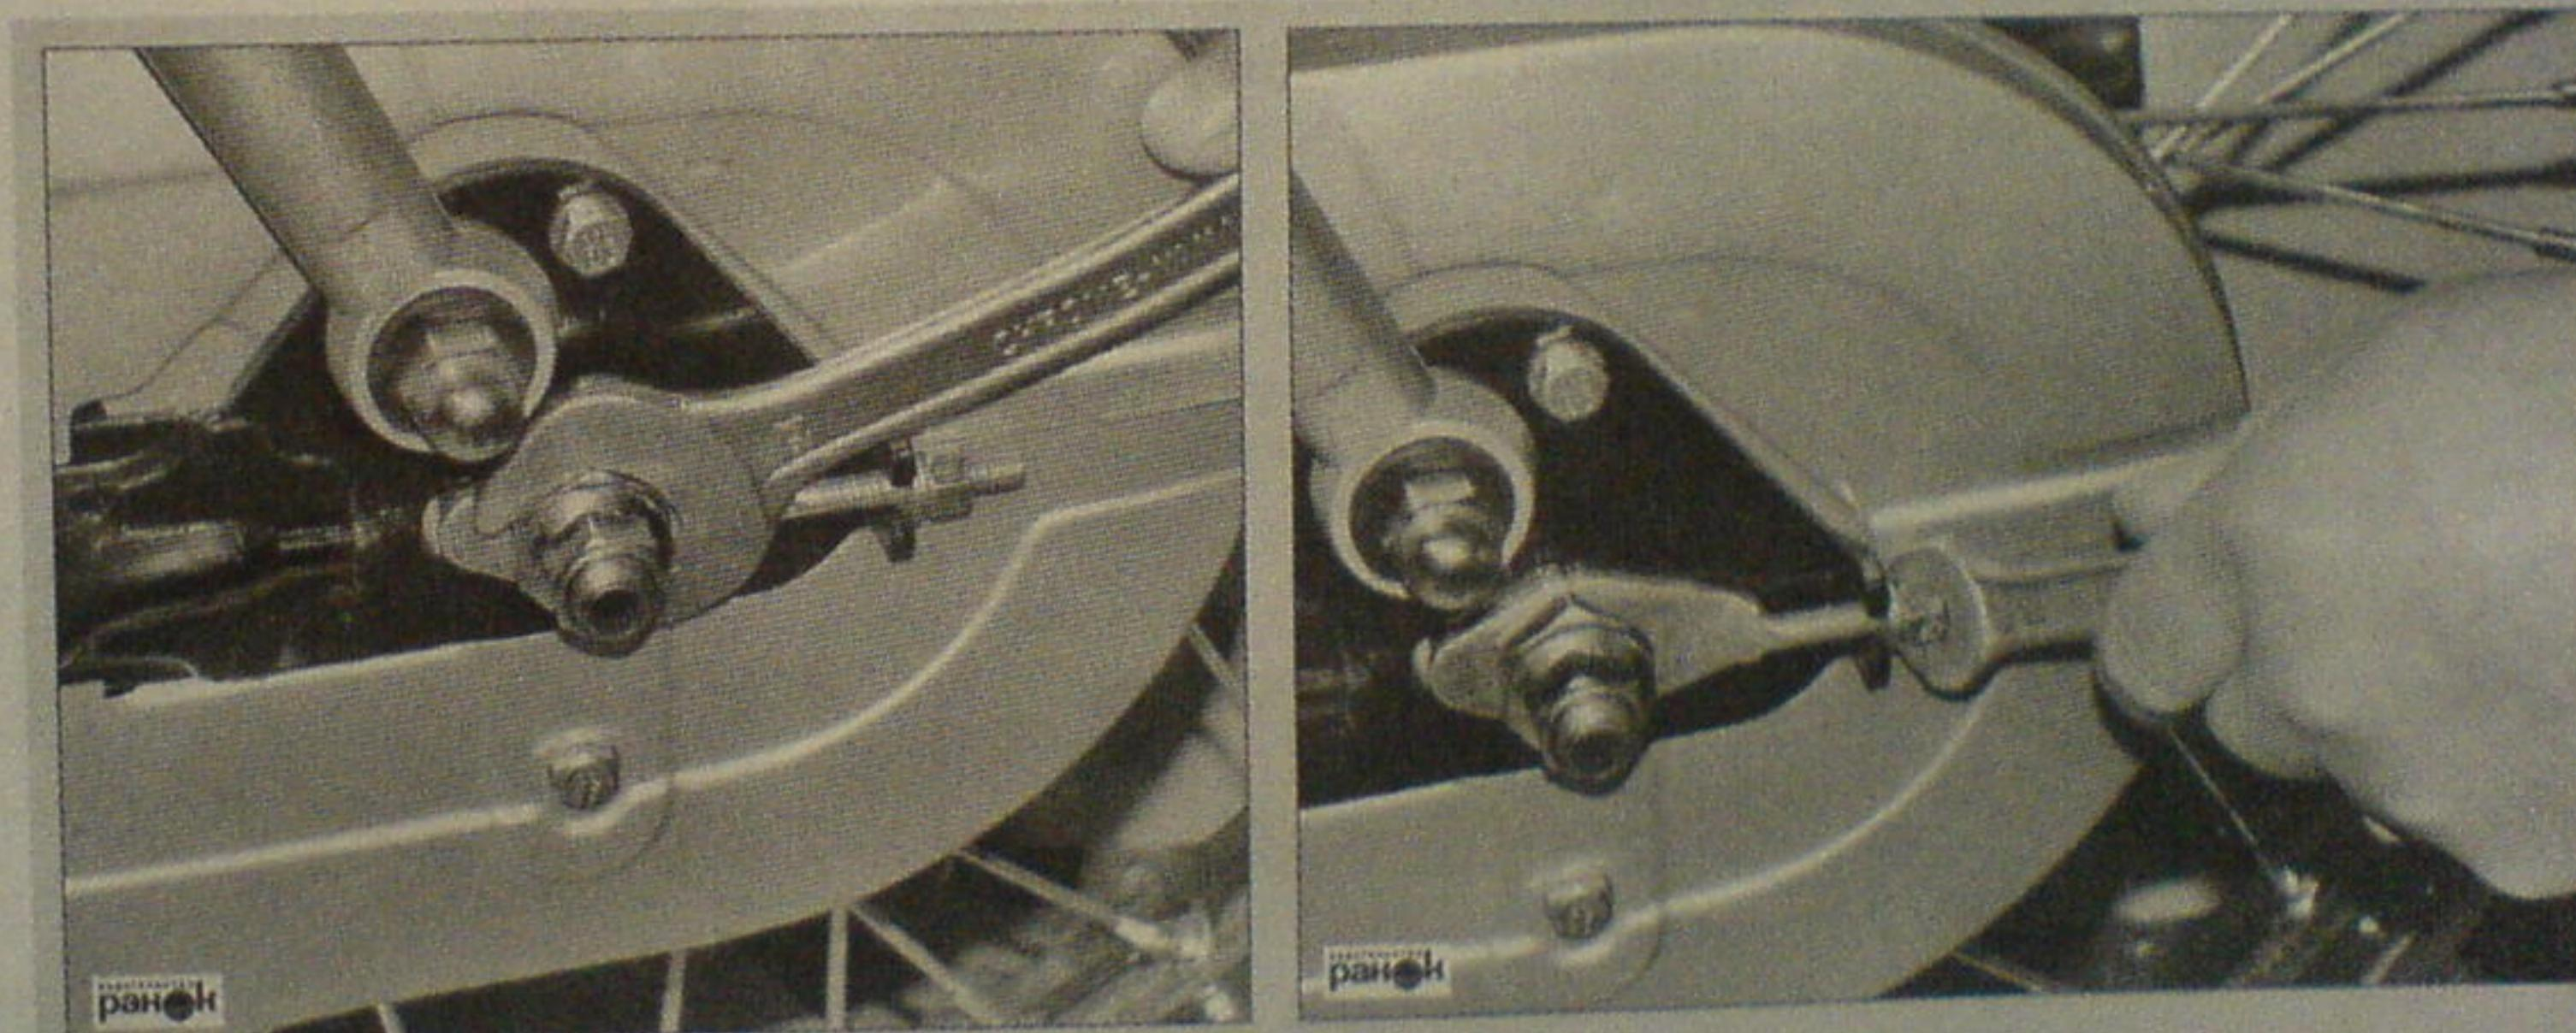

Рис. 31. Натяжение приводной цепи
- заворачивая регулировочные гайки с левой и правой стороны, добиться нормального натяжения цепи (рис. 31). Нормальное провисание приводной цепи должно быть в пределах 5–10 мм при усилии 10 кгс (усилие давления пальцами руки);